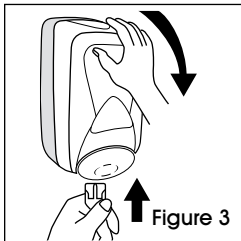

Figure 3
4. Ouvrez le distributeur en insérant la clé dans les trous d'accès et poussez vers le haut jusqu'à ce que le couvercle avant s'ouvre. (Voir Figure 3)